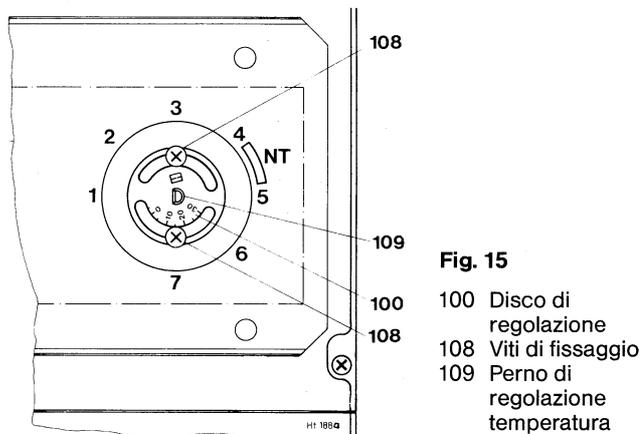

Fig. 15
In caso di impianti con temperature di mandata più elevate, questo limite può essere variato, ved. fig. 15.
#### Variazioni della regolazione bassa temperatura NT (fig. 15)
Svitare le viti (108) per togliere la manopola del selettore di temperatura (136), fig. 15. Ruotare verso destra il perno (109), serrare le viti e inserire la manopola. Se si deve raggiungere la posizione „7” del selettore, il disco di regolazione (100) deve essere tolto.